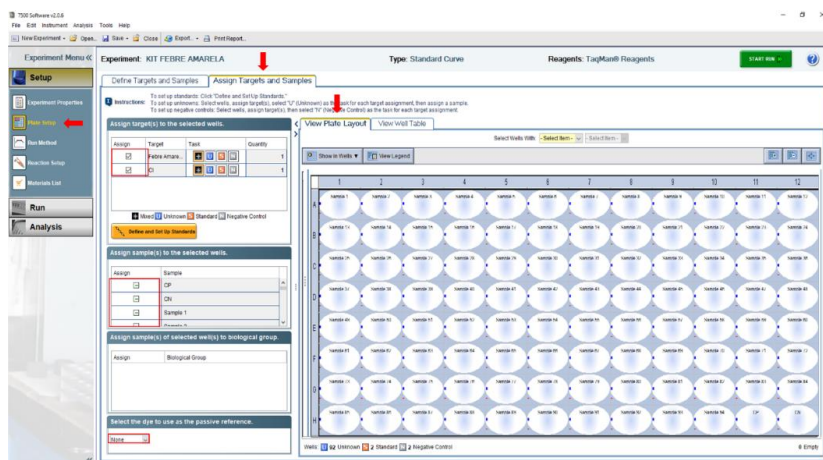

Figura 05: Configuração da aba **Assign Targets and Samples**.
- Selecionar cada poço da placa e atribuir a amostra que corresponde àquele poço na seção **Assign sample(s) to the selected wells**, conforme exemplo apresentado na Figura 05;